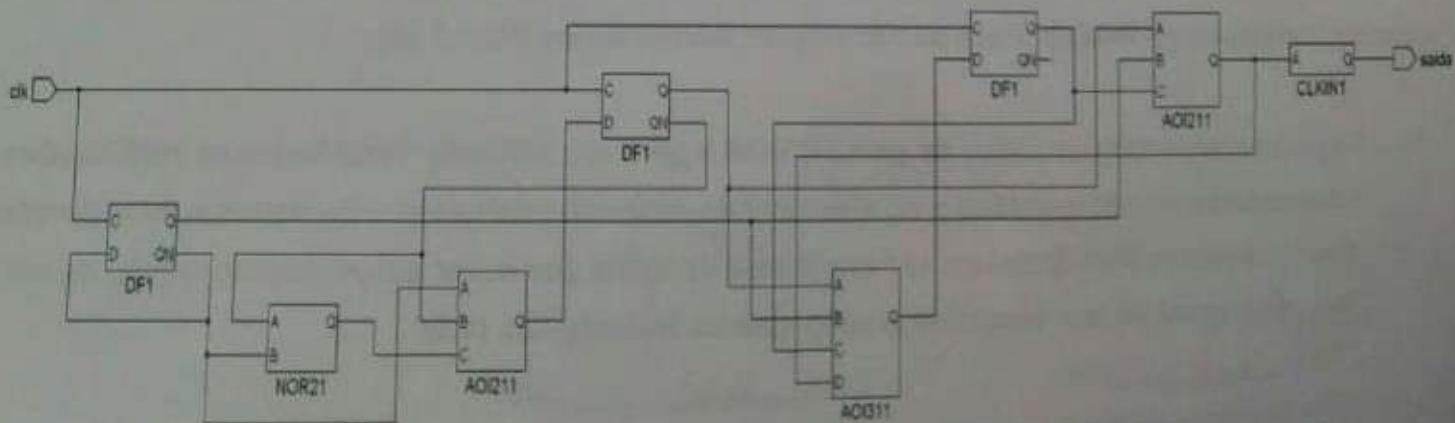

Figura 2. Esquemático do Contador.
5. Considere o esquemático dado na Figura 2. É um circuito contador onde o sinal de saída tem freqüência igual a do sinal de clock dividida por M . Faça o esquemático do circuito e gere seu símbolo. Faça todas as verificações necessárias no esquemático e no símbolo não deixando nenhum erro ou warning (0,5).